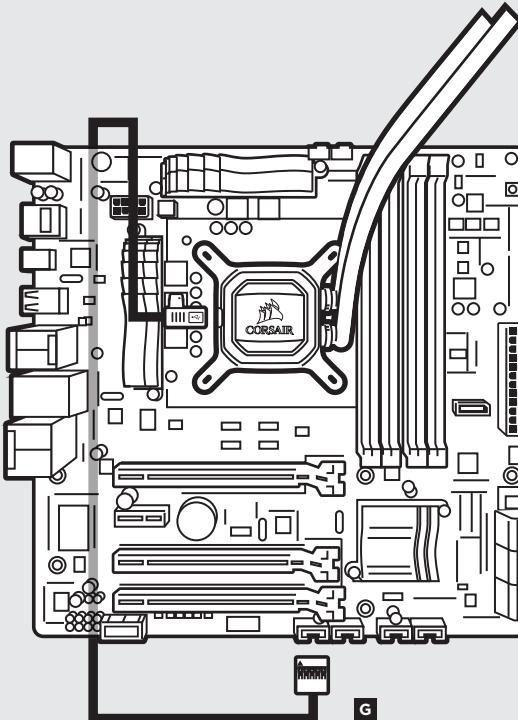

figure 2
- Connect each fan to the shrouded 4 pin connectors on the pump (figure 2).
- Connectez chaque ventilateur aux connecteurs carénés 4 broches de la pompe (figure 2).
- Verbinden Sie jeden Lüfter mit den ummantelten 4-Pol-Steckern an der Pumpe (Abbildung 2).